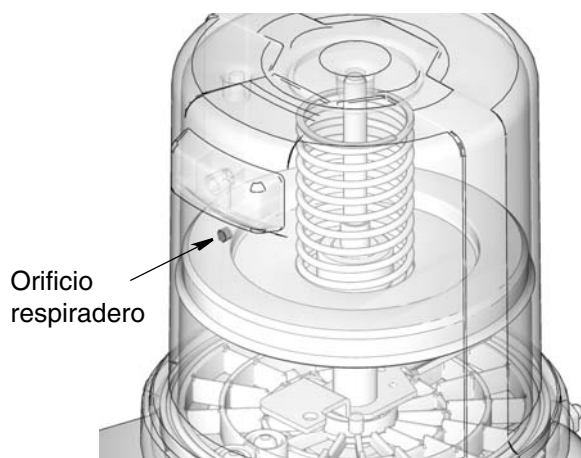

FIG. 9
3. Llene el depósito con grasa hasta que el sello de la placa seguidora sobrepase el orificio respiradero (FIG. 9) y se haya expulsado la mayor parte de aire del depósito.